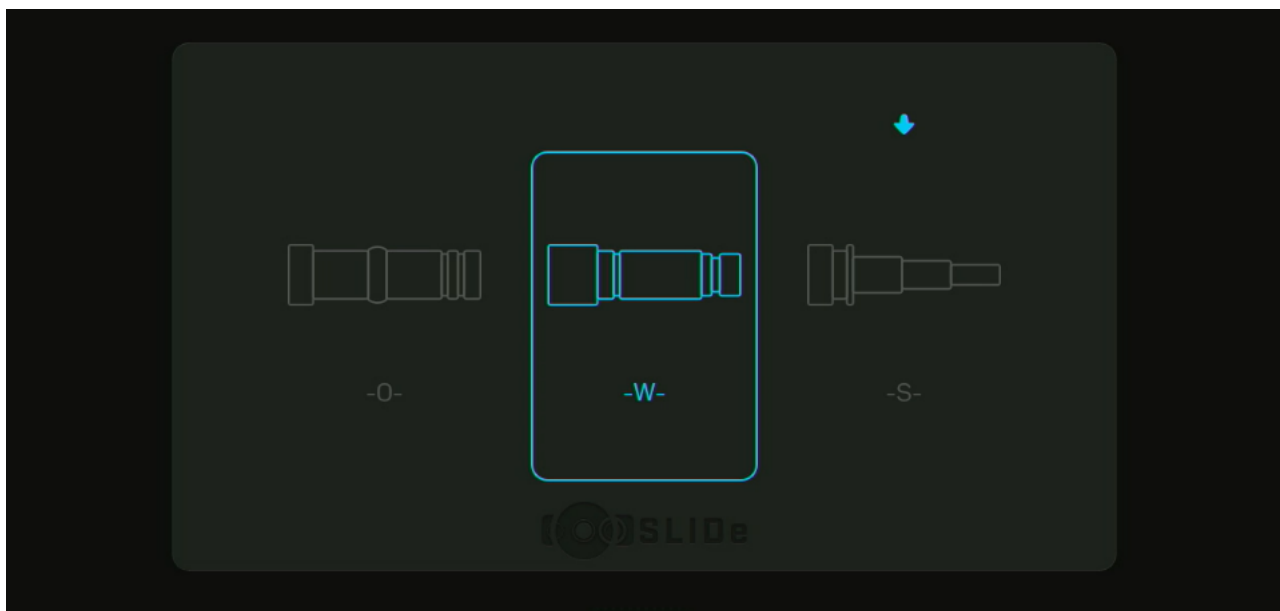

Рисунок 7 - Меню выбора световода
- Выберите настройку стандарта световода и подтвердите ее, после чего откроется следующий экран (см. Рисунок 7).
- Olympus (O),
- Wolf (W),
- Storz (S).